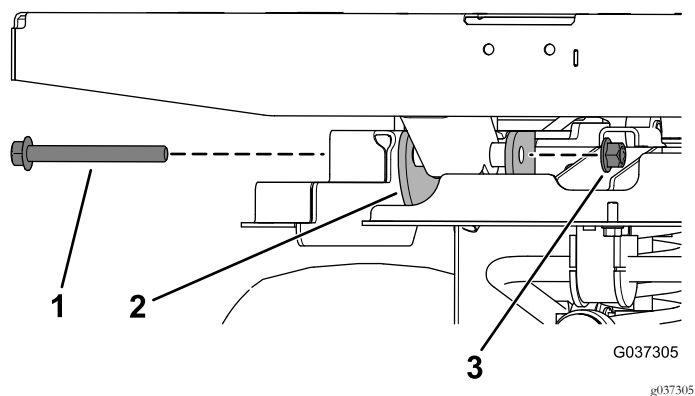

图6
4. 如 图6 所示将 2 个凸缘头螺丝 1/2 x 4-1/2 英寸穿过枢轴支架并用 2 个锁紧螺母 1/2 英寸固定。